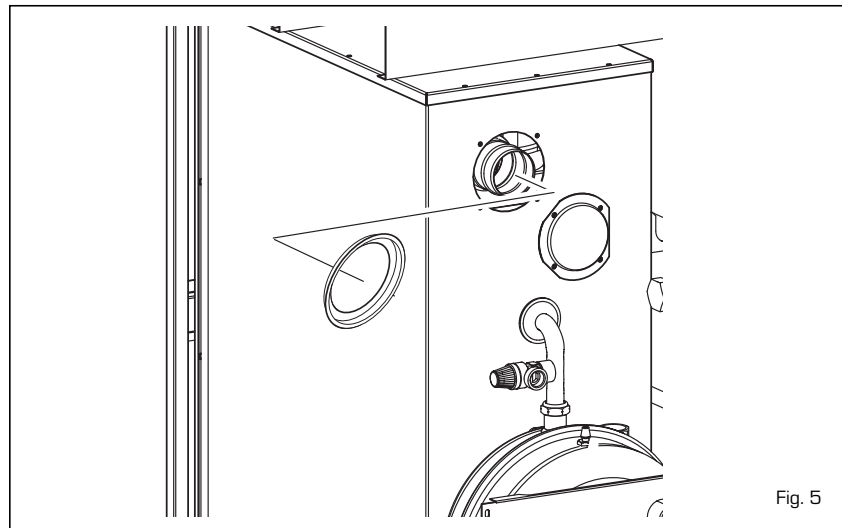

Fig. 5
2.7.1 Installation du diaphragme (fig. 5)
Le diaphragme ø 81 est livré de série avec la chaudière. Pour savoir où le monter, consultez la fig. 5.